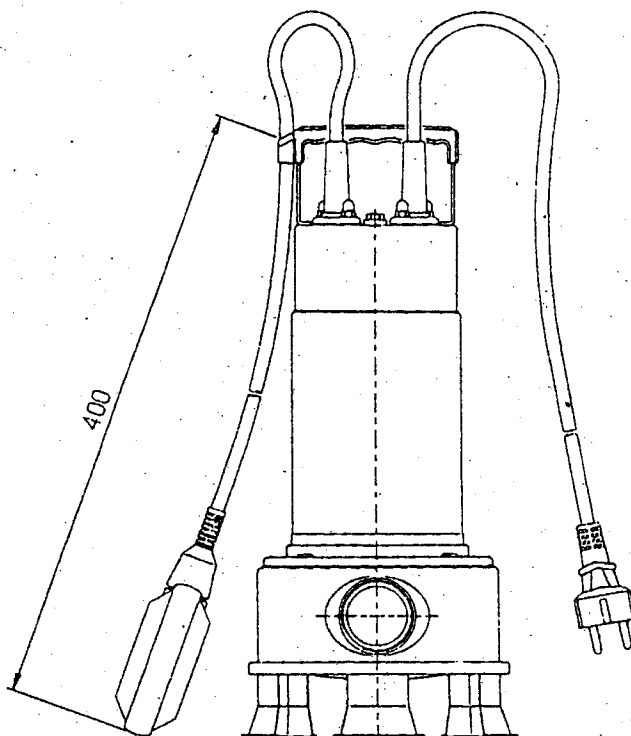

fig. 6 - Abb. 6 - fig. 6 - kuva 6 - afb. 6 - fig. 6 - εικ. 6
15.6. SCHEMA ELETTROPOMPA PER REGOLAZIONE LUNGHEZZA CAVO GALLEGGIANTE (fig. 6)
15.6. ELEKTROPUMPE DIAGRAM FOR JUSTERING AF FLYDEKABLETS LÆNGDE (fig. 6)
15.6. ELECTROPUMP DIAGRAM FOR ADJUSTING FLOAT CABLE LENGTH. (fig. 6)
15.6. RÉGLAGE DE LA LONGUEUR DU CABLE FLOTTEUR (fig. 6)
15.6. SCHEMA ELEKTROPOMP VOOR BIJSTELLING LENGTE DRIJVENDE BUIS (afb. 6)
15.6. SCHEMA DER ELEKTROPUMPE FÜR DIE ANPASSUNG DER SCHWIMMERKABELLÄNGE (Abb. 6)
15.6. ESQUEMA DA BOMBA ELÉCTRICA PARA A REGULAÇÃO DO COMPRIMENTO DO CABO DO FLUTUADOR (fig. 6)
15.6. ESQUEMA ELECTROBOMBA PARA LA REGULACIÓN LONGITUD DEL CABLE DEL FLOTADOR (fig. 6)
15.6. JUSTERING AV FLOTTÖRKABELNS LÄNGD (fig. 6)